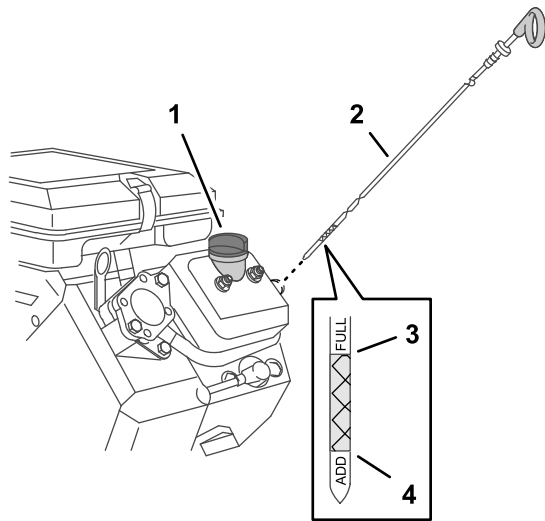

Figura 70
4. Introduzca la varilla en el motor (Figura 70).
5. Retire el tapón del cuello de llenado y compruebe en la varilla el nivel de aceite (Figura 70).
**Nota:** El nivel del aceite del motor debe cubrir la zona sombreada de la varilla (Figura 70).